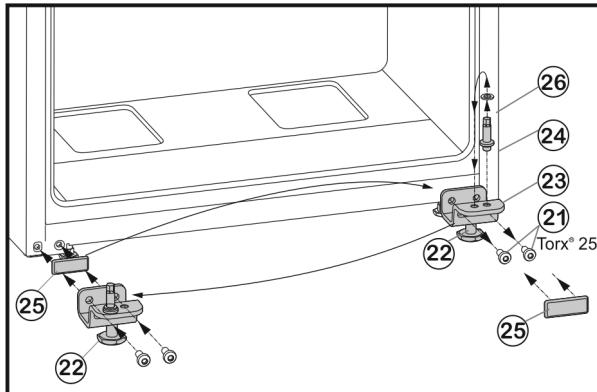

Fig. 8
- Desatornillar los tornillos de sujeción Fig. 8 (21).
- Retirar soporte de rodamiento inferior Fig. 8 (23) por completo con pivote roscado Fig. 8 (24), arandela Fig. 8 (26) y pie de ajuste Fig. 8 (22).
- Desenroscar el pivote roscado Fig. 8 (24) por completo con la arandela Fig. 8 (26), colóquelo en el orificio de sujeción más adelante del soporte de rodamiento y vuélvalo a enroscar.
- Retirar con cuidado la placa de recubrimiento Fig. 8 (25) y colocarla en el lado opuesto.
- Atornillar el soporte de rodamiento inferior Fig. 8 (23) por completo con el pivote roscado Fig. 8 (24), la arandela Fig. 8 (26) y el pie de ajuste Fig. 8 (22) en el nuevo lado de las bisagras con ayuda del destornillador eléctrico (**con 4 Nm**).
- Colocar la puerta desde arriba en el pivote roscado Fig. 8 (24).
- Desenroscar el pie de ajuste Fig. 8 (22) del apoyo inferior Fig. 8 (23) hasta que se pose en el suelo.